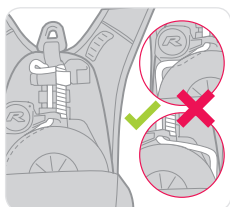

Figura 6
- Inspeccione la línea de descenso y compruebe que no esté 'floja' entre el tambor y el soporte (consulte la figura 6). Si la línea está floja, deberá retirar del servicio el Latchways PRD y ponerse en contacto con Latchways o un agente autorizado.